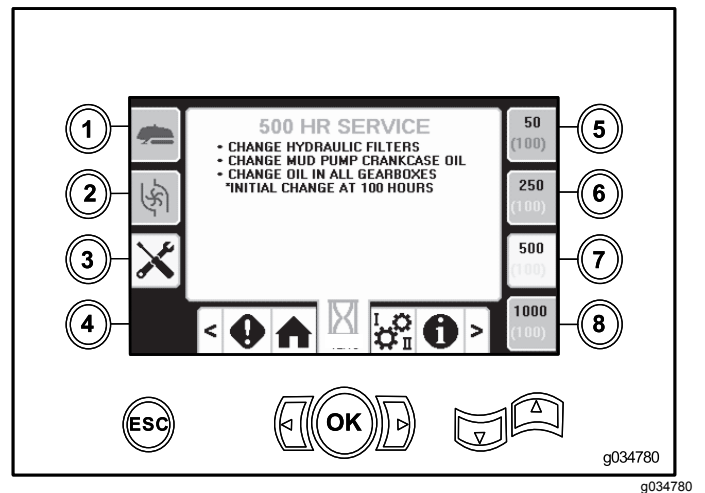

Figura 45
- Botón 7 – Programa de mantenimiento de 500 horas (Figura 45)